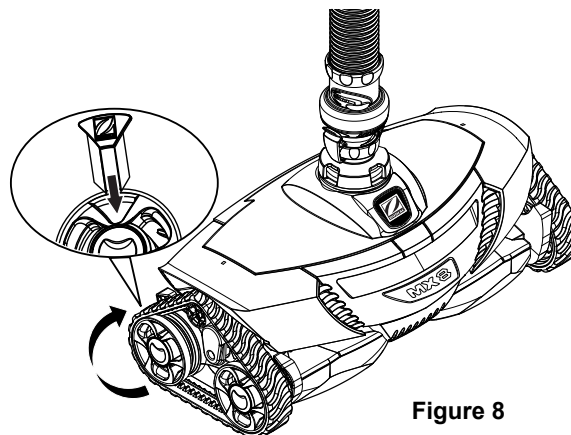

Figure 8
4. Trouver l'indicateur de vitesse jaune sur la roue arrière-droite (Figure 8).